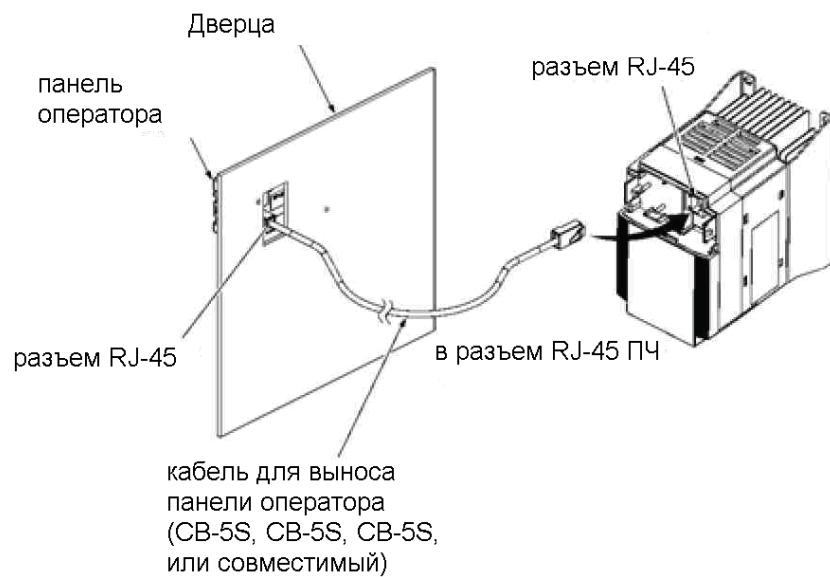

Рисунок 2.29 Подключения удлинительного кабеля
- ⑤ Присоедините кабель (СВ-5S, СВ-3S или СВ-1S) или изготовленный самостоятельно удлинитель к разъемам RJ-45 на панели оператора и на ПЧ (Рисунок 2.29).